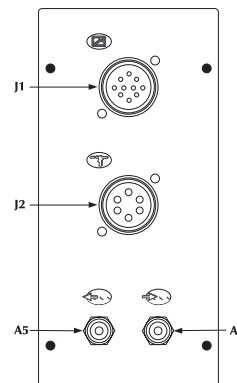
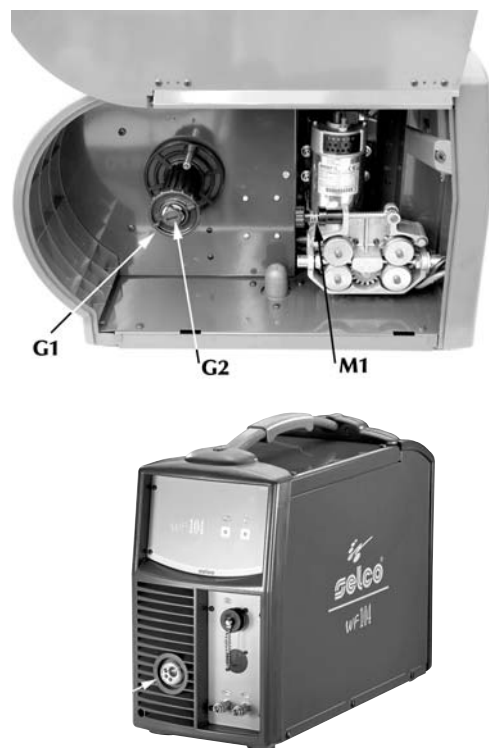

Fig. 19
Fig. 21 Detalles del carro móvil
- Destornillar la abrazadera (G1 fig. 21) de la devanadera portacarrete e insertar el carrete. Hacer también entrar en el alojamiento el perno metálico de la devanadera, reponer la abrazadera (G1 fig. 21) en posición y calibrar el tornillo de fricción (G2 fig. 19)
- Desbloquear el soporte remolque del motorreductor (M1 fig. 21) introduciendo la punta del alambre en la la arandela guía del alambre y, haciéndolo pasar sobre el carrete, en la conexión de la antorcha.
- Insertar la antorcha, con la vaina, en la conexión centralizada (C1 fig. 21) atornillando completamente la abrazadera de la misma. Si la antorcha es enfriada con agua, conectar los tubos de impulsión y retorno en las uniones (A5-A6 fig. 19). En el caso en que estén conectados los tubos del líquido de enfriamiento del haz arrancas y la antorcha no sea enfriada con líquido (vea 5.1.2).